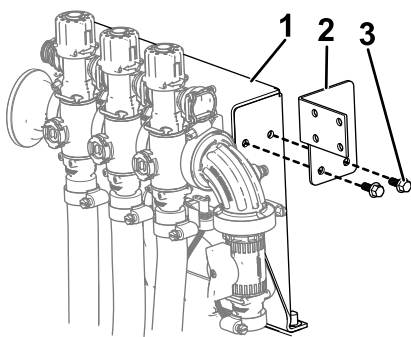

Figure 17
1. Montez la patte de fixation de vanne de commande sur le cadre de montage à l'aide de 2 boulons à embase (1/4" x 5/8"), comme montré à la Figure 17.